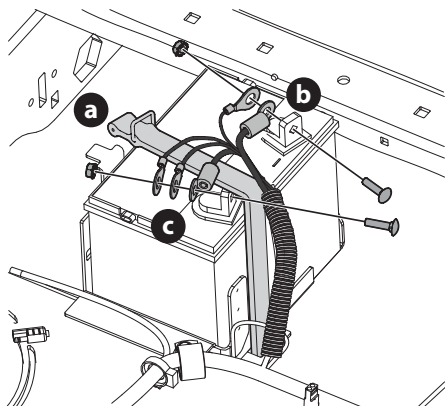

Fig. 33
2. Retire el perno y la tuerca que sujetan el grupo de cables negativos (b) al borne negativo de la batería (identificado como NEG (-)). Aleje el cable del borne negativo de la batería (Fig. 33).
3. Retire el tornillo y la tuerca que sujetan el grupo de cables positivos (c) al borne positivo de la batería (identificado como POS (+)) (Fig. 33).
4. Desenganche la correa (a) de fijación de la batería (Fig. 33).
**NOTA:** el arnés de cables se debe colocar encima de la correa de sujeción de la batería; de lo contrario, el arnés de cables podría dañarse (Fig. 33).